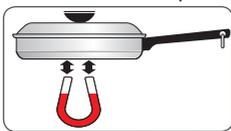

Figura 3
Quando estiver comprando as panelas, procure aquelas identificadas pelo fabricante para uso em cooktops de indução. Se você não tiver certeza, use um ímã para verificar se o tipo de panela é adequado. Se o ímã grudar no fundo da panela o tipo de material está correto para uso em cooktop de indução (Figura 3).
• Use panelas feitas com o tipo de material correto para cooktop de indução (Figura 3).